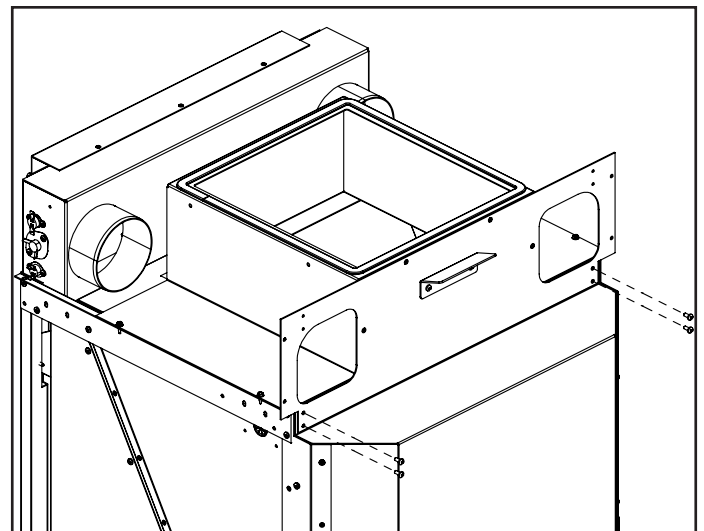

Figure 10: Installation de l'assemblage HFK arrière.
10. Installez la partie arrière de l'assemblage HFK. Utilisez les trous anciennement utilisés pour les charnières. (Figure 10)